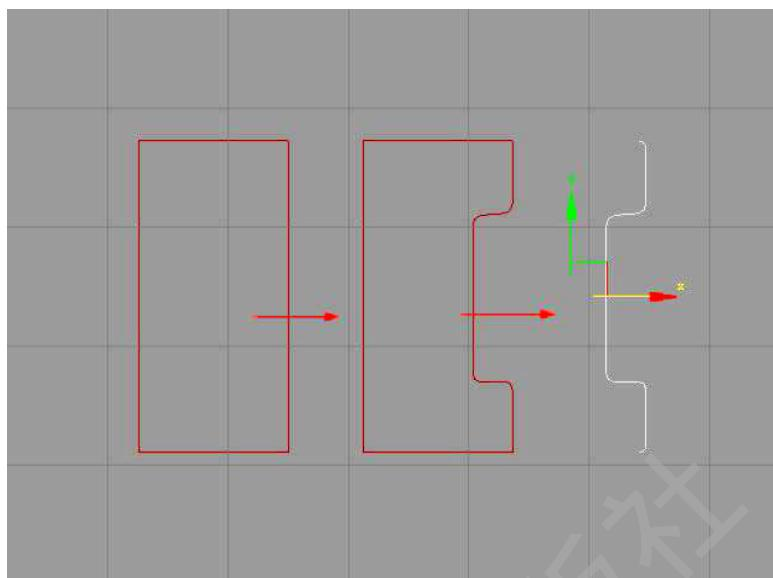

图 2-45 创建剖面
Step 1. 创建一个矩形,转换为可编辑样条线,通过圆角命令以及删除线段制作出如下效果,如图 2-45 所示。